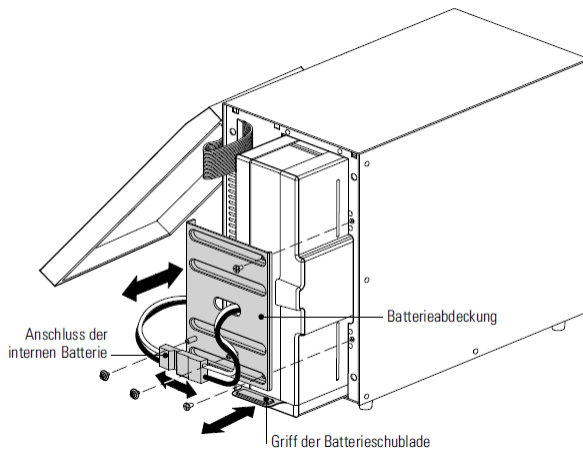

Abbildung 15: Austauschen der internen Batterien der USV-Anlage
2. Drehen Sie die beiden Schrauben, mit denen die Steckverbindung befestigt ist, heraus und legen Sie diese zur Seite. Trennen Sie die interne Batterie-Steckverbindung (siehe Abbildung 15).
3. Drehen Sie die beiden Schrauben, mit denen die Batterieabdeckung befestigt ist, heraus und legen diese zur Seite. Fassen Sie die Batterieabdeckung an einer Kante an und ziehen sie vorsichtig nach vorne. Die Batterieabdeckung kann jetzt abgenommen und beiseite gelegt werden (siehe Abbildung 15).